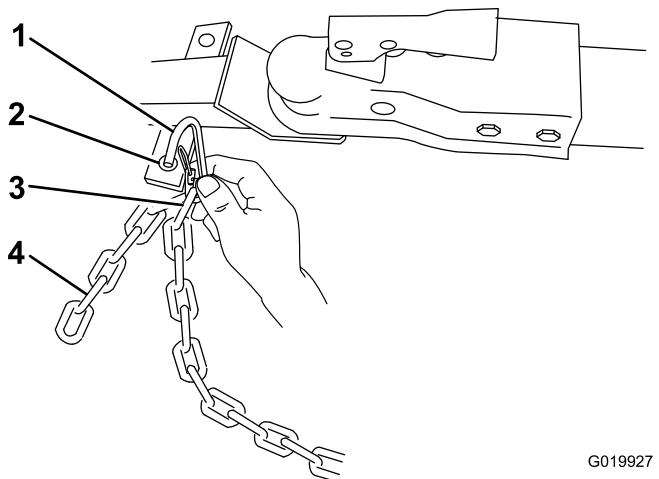

Figure 19
- Accrochez chaque bout de la chaîne au point de montage de la chaîne de sécurité du véhicule tracteur à l'aide des maillons d'attache (Figure 19).